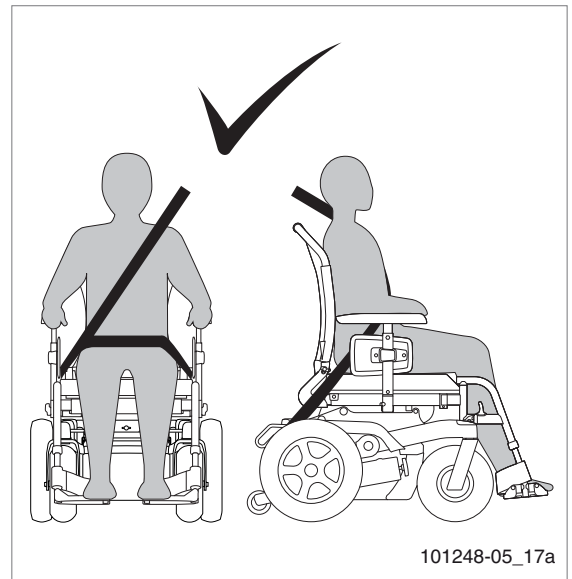

Figure 14
- Positionnez la ceinture sur les hanches aussi serrée que possible avec un angle entre 30° et 75°. L'autre partie de la ceinture est positionnée pour être en travers de la poitrine et de l'épaule (figure 14).